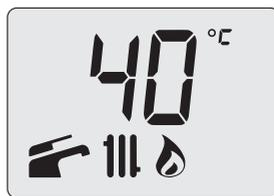

Figura 7.13
- Pulsando el botón 18 (Figura 7.2) se sale de la "modalidad de programación" (Figura 7.13).